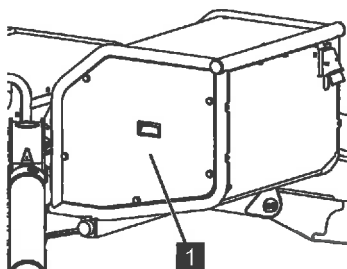

Abb. 206
1. Abdeckhaube (Abb.206/1) abschrauben.